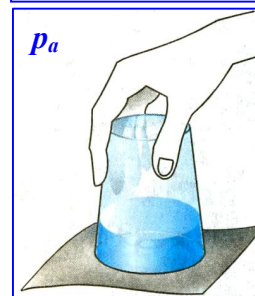

Рис.60.3. Почему вода не выливается из стакана?
2. Налейте в стакан воды, закройте листом бумаги и, поддерживая лист рукой, переверните стакан вверх: дном. Если теперь отнять руку от бумаги (*рис. 60.3*), то вода из стакана не выльется. Она остается как бы приклеенной к краю стакана. Почему? Ответ обоснуйте.